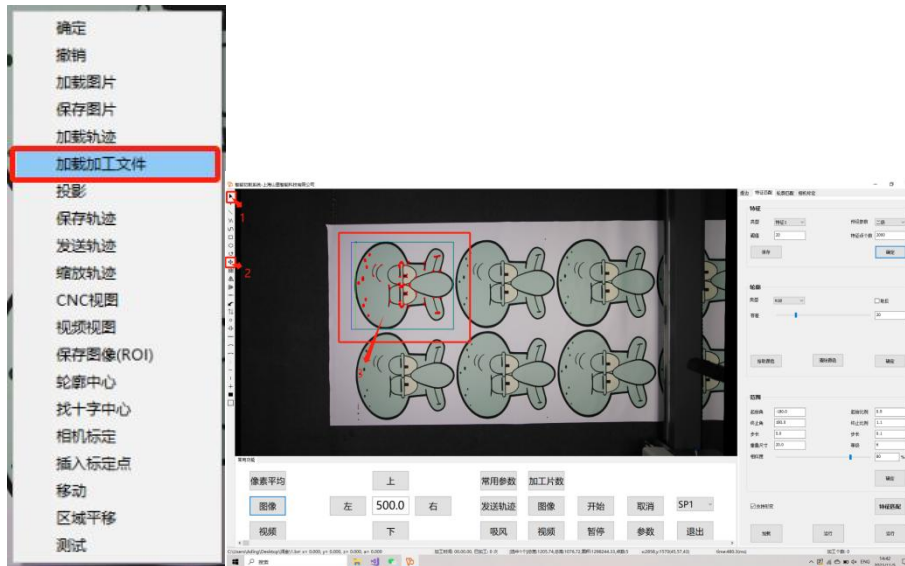

图 8-2 拍照绘制区域步骤 2
2.) 在视图区鼠标右键，选择“加载加工文件”，把加工文件移动到绘制的区域内，调整好位置，选中加工文件（图 8-2）。